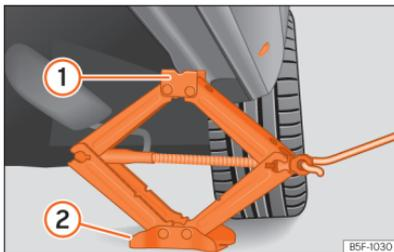

Fig. 226 Longarina: colocação do macaco do veículo.
- Rode a manivela do macaco, colocado por baixo do ponto de apoio da longarina, para levantá-lo até que o ressalto ① » » » Fig. 226 se encontre por baixo do alojamento previsto.
- Alinhe o macaco de forma a que a patilha ① «encaixe» no alojamento previsto da longarina e que a placa base móvel ② fique apoiada no chão. A placa base ② deve ficar colocada na vertical relativamente ao ponto de apoio ①.